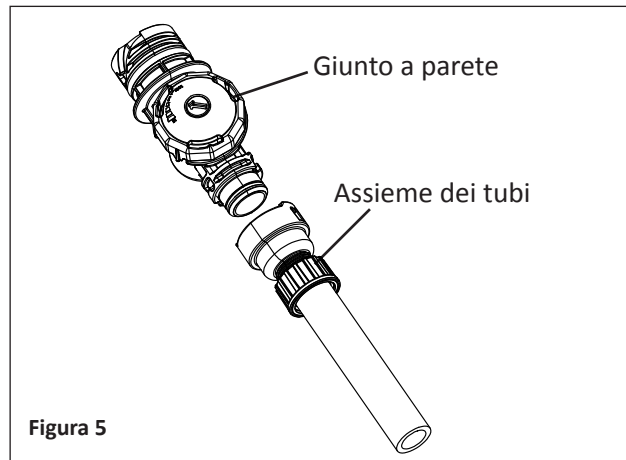

Figura 5
- Collegare l'assieme del tubo al giunto a parete. Vedere **Figura 5**. Dopodiché, collegare il giunto a parete (con il tubo) all'adattatore a parete. Vedere **Figura 5**. Prendere l'estremità opposta dell'assieme dei tubi e raggiungere il punto più lontano dall'adattatore a parete della piscina. **Per evitare di allungare eccessivamente il tubo, appoggiarlo sulla superficie dell'acqua della piscina.** Misurare la lunghezza in eccesso del tubo (la parte che si estende oltre il bordo della piscina). In tal modo si stabilisce la lunghezza del tubo da tagliare dalle sezioni 2 e 3.